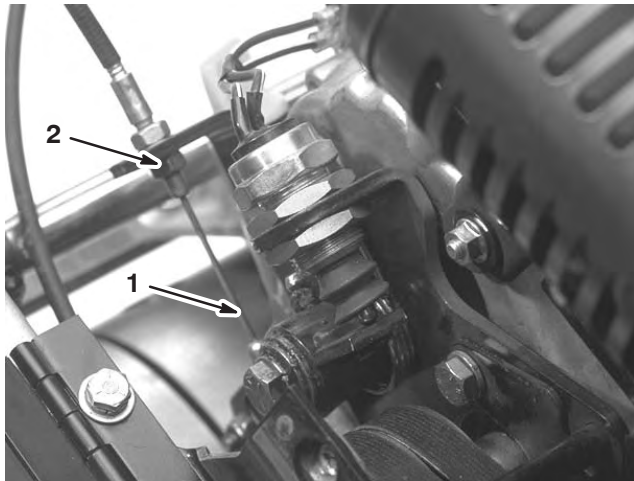

Bild 42
3. Wenn Sie die Zugspannung erhöhen möchten, lösen Sie die Klemmmutter des vorderen Zugs und ziehen Sie die Klemmmutter des hinteren Zugs an (Bild 42), bis eine Kraft von 1,5 bis 2,3 kg benötigt wird, um den Fahrtrieb zu aktivieren. Messen Sie die Kraft am Handrad.